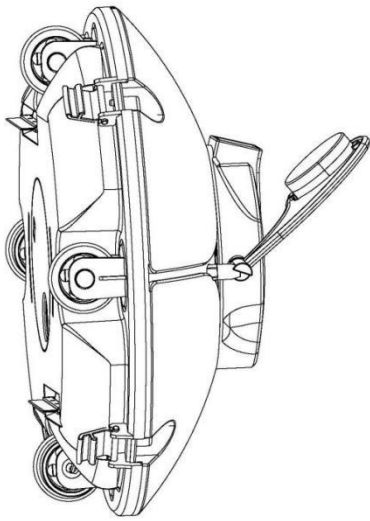

Figura 1
a. Al poner la máquina en el agua, hay que vaciar el aire en el interior, según la manera siguiente, primero sumerja la máquina verticalmente en el agua (Figura 1), luego gire la máquina 90 ° horizontalmente en agua (Figura 2), luego, pulse la tecla para encenderla.